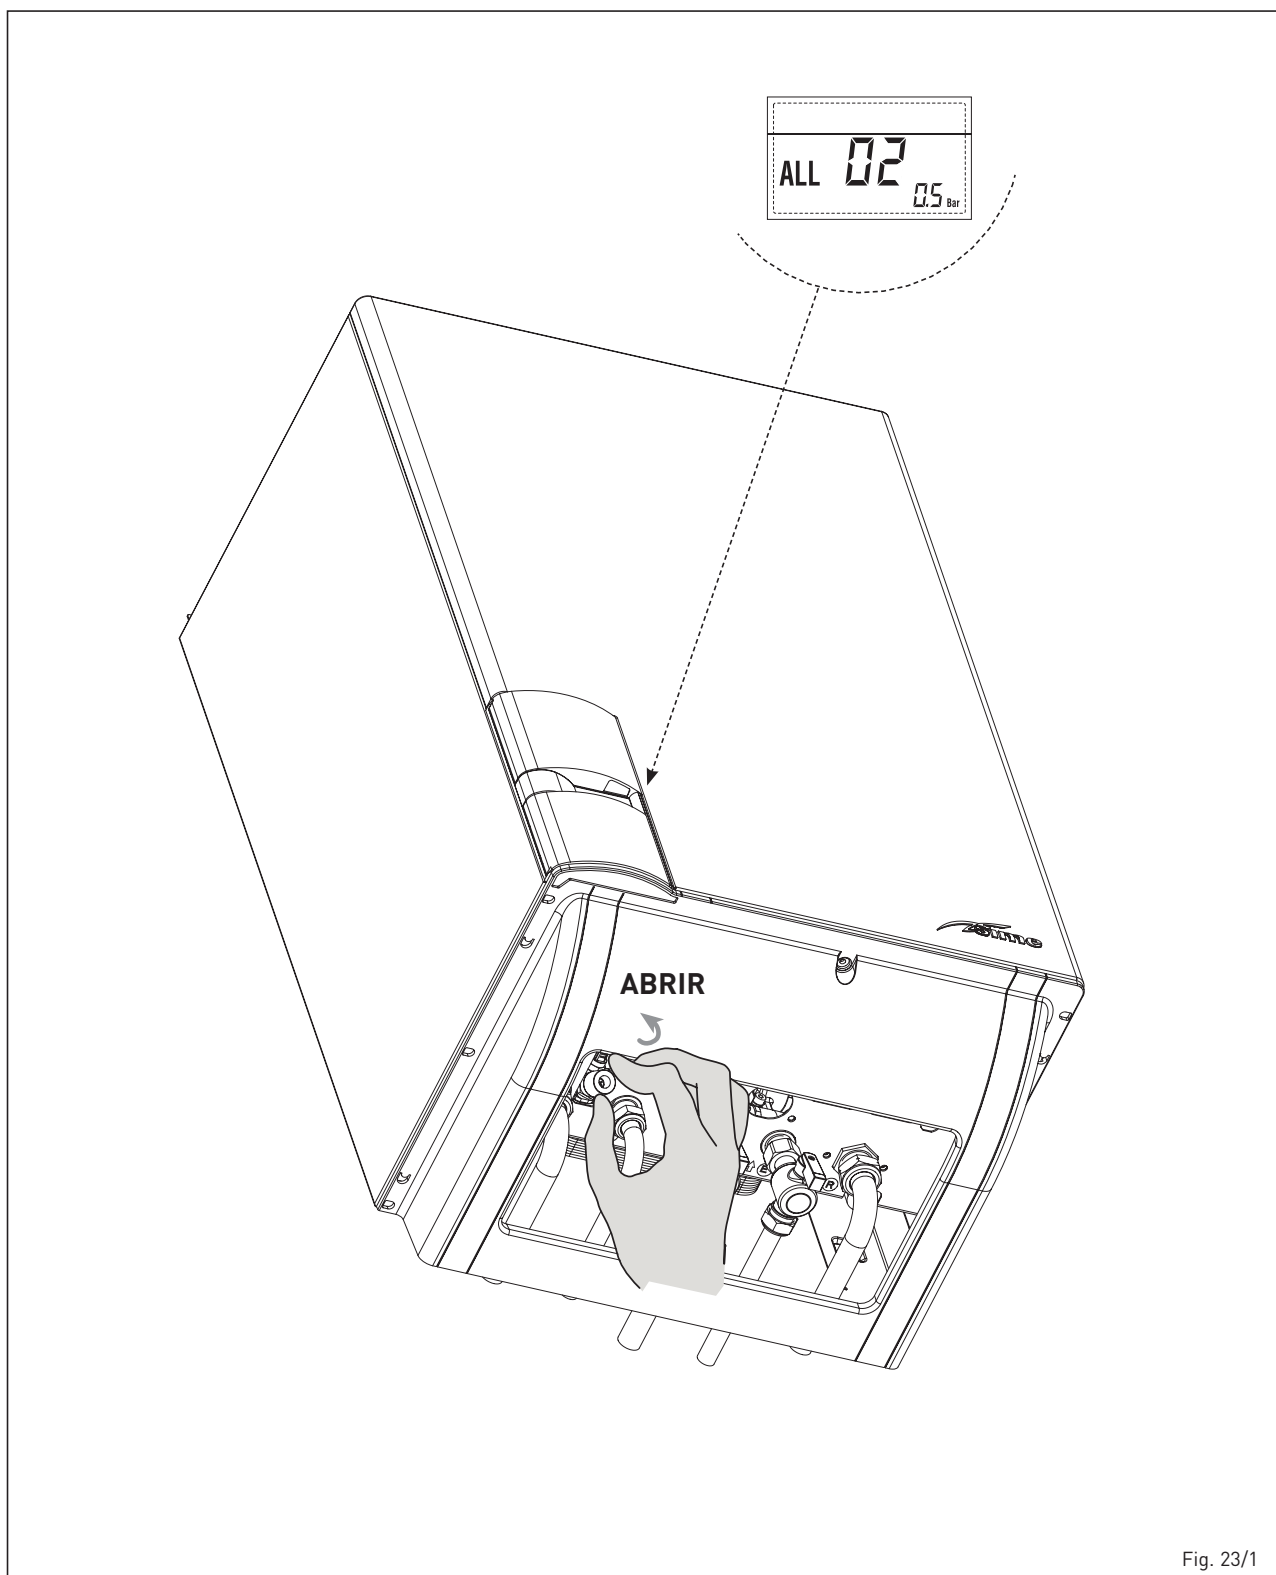

Fig. 23/1
– **ANOMALÍA ALTA PRESIÓN AGUA “ALL 03” (fig. 23/2)**